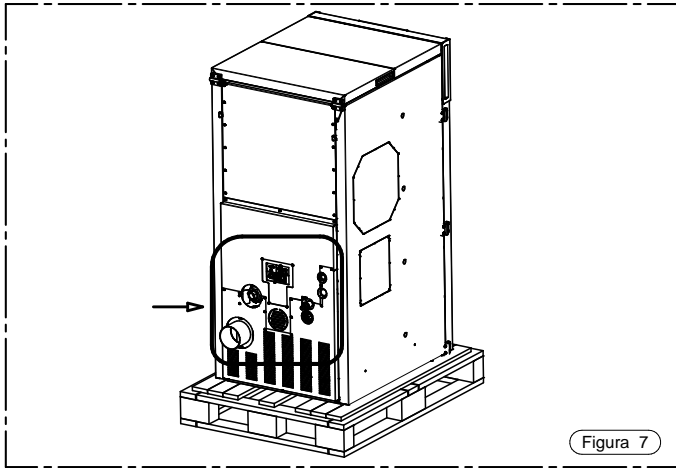

Figura 7
- A continuación, coloque el equipo (véase la figura 7).